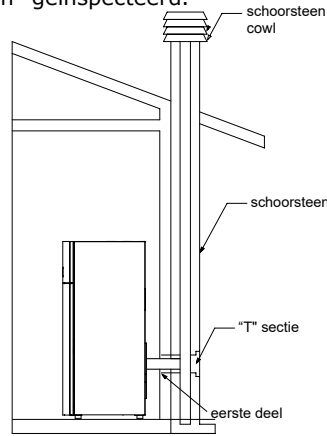

fig. 6 - Bestaande schoorsteen
**Bestaande schoorsteen (fig. 6)**